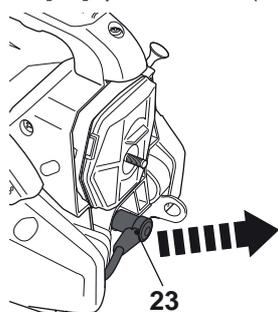

Fig. 60
- > Démontez le couvercle du filtre [18] de la manière décrite ci dessus. Débranchez le connecteur de la bougie [23] (Fig. 60).